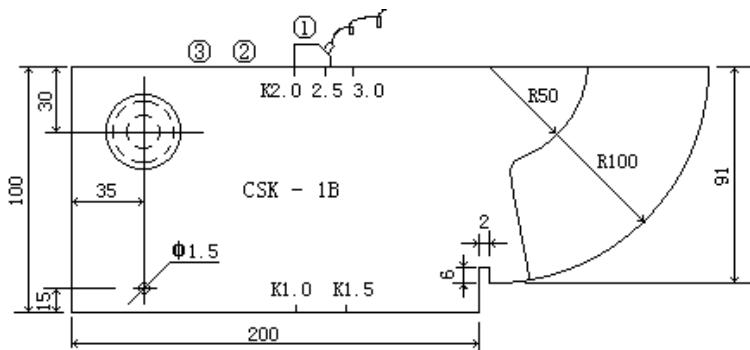

图 3-3-1
如图 3-3-1 所示，探头在不同的位置，所反射的回波高度和距离也不同，当探头从①移到③处，在屏幕上的回波幅度应该从低→高→低变化，并留下不同幅度的峰点组成一个新的曲线，我们称此曲线为包络线。